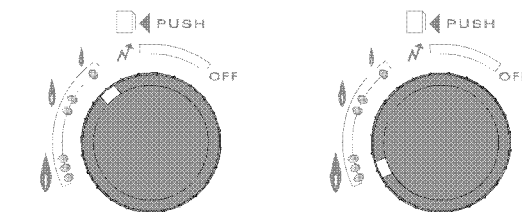

рис. 11
- Данный водонагреватель с автоматической регулировкой мощности оборудован системой позволяющей пользователю установить ограничение максимальной мощности. Для этого установите регулятор (23) в положение между отметками "0" и "0" (рис. 11).